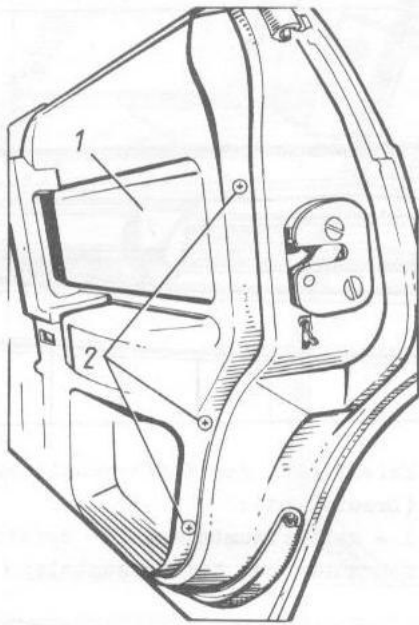

Bild 8-42. Befestigung des Türbelags:
- Schrauben 2 (Bild 8-42) losdrehen;